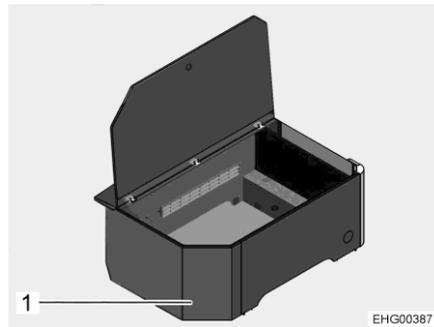
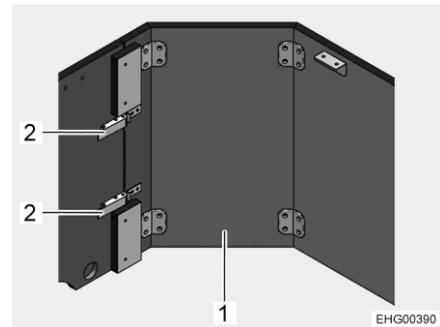

Bild 19 Längssitzbank, geöffnet
Bild 20 Holzelement, abnehmbar
- Beide Spannverschlüsse (Bild 20,2) am abnehmbaren Holzelement (Bild 19,1 und Bild 20,1) lösen.